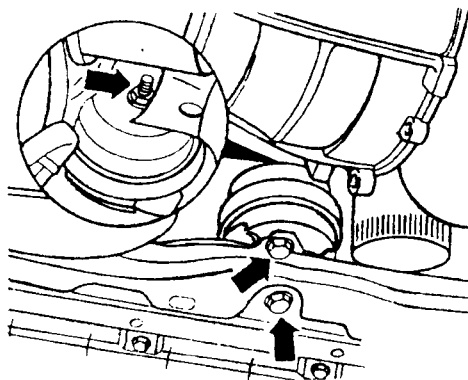

图 1-7
①松开粘结橡胶套（图 1-7 中 A）的中心螺栓（发动机悬架）。
②松开变速器及发动机总成支座处的粘结橡胶套（图 1-7 中 B）（变速器悬架）。